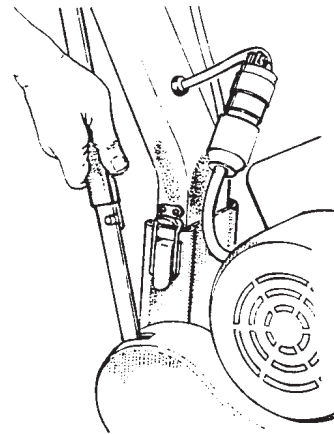

Figure 6
- 2 Installer la poignée et fixer les loquets. (Figure 6)
1. Repérez la vis de mise à niveau (voir la figure 6).